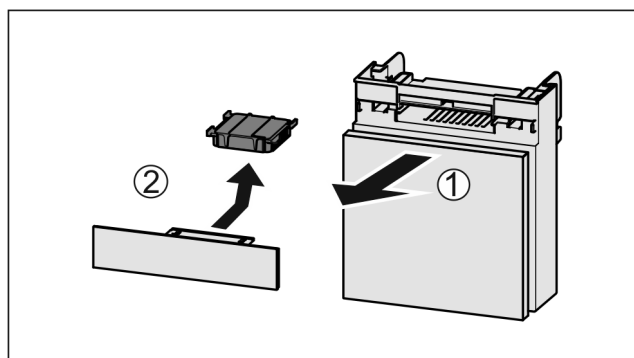

Fig. 154
- Extraire le compartiment par l'avant Fig. 154 (1).
- Sortir le filtre à charbon actif Fig. 154 (2).